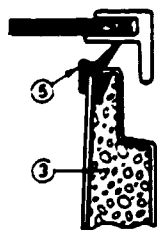

Figure 5
La jonction entre les deux tôles est assurée par compression d'une bande de joint mousse « Comorbond » 10 x 10 mm (5) disposée entre les deux tôles à leur sommet. En variante, l'étanchéité est assurée par un joint EPT (voir fig. 5).